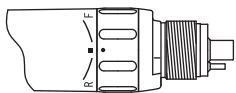

図5
- 3) 回転を一時的に止めるときは、正逆切替リングをFとRの中間にします。(図5)